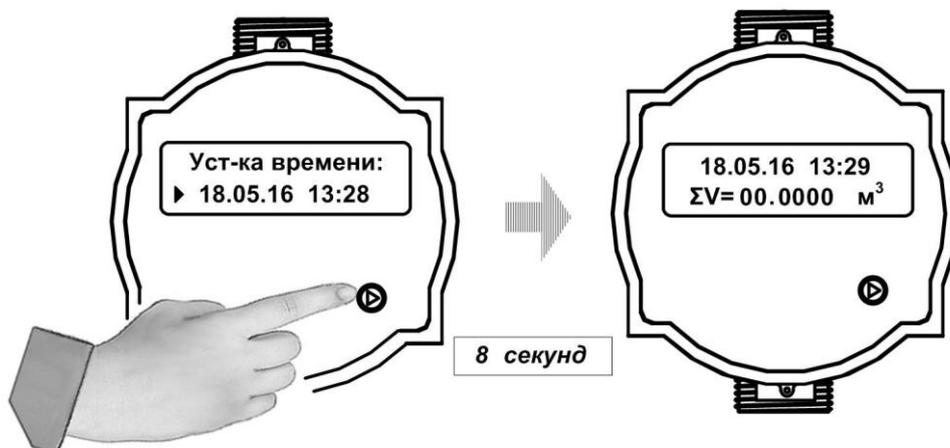

Рис.7. Перевод расходомера в режим эксплуатации.
6.3.5.3. Перевести расходомер в режим эксплуатации, удерживая кнопку управления в нажатом положении **примерно 8 секунд**. На дисплее начинается отображение пользовательского меню (рис.7).